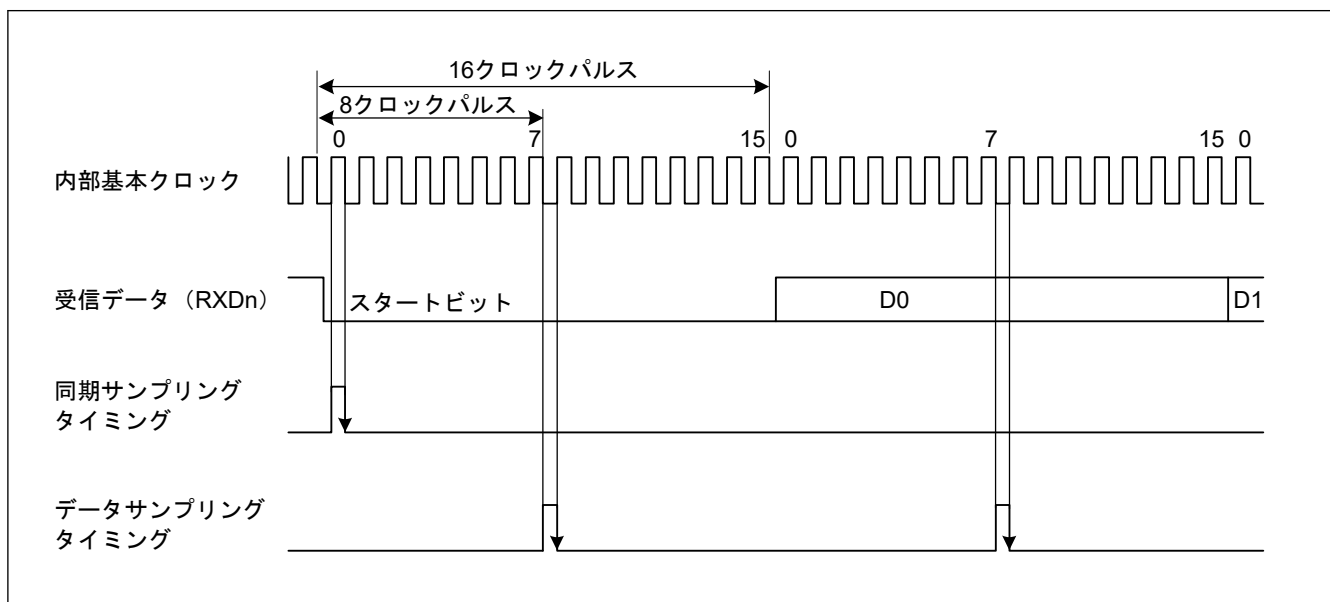

図 25.3 調歩同期式モードでの受信データサンプリングタイミング
また、図 25.3 に示すように、受信データは基本クロックの 8 パルス目^(注1)の立ち上がりエッジでサンプリングされるため、各ビットの途中でデータが取り込まれます。調歩同期式モードでの受信マージンは以下の式 (1) によって決定されます。